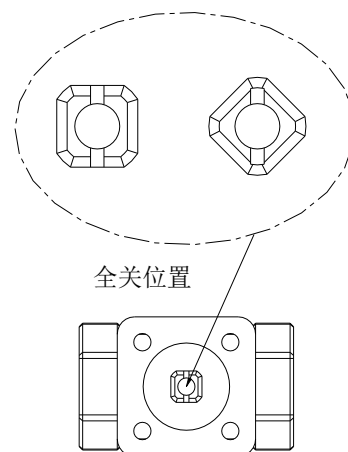

图 3
- 如图 3, 将阀杆上端面的一字槽旋转至全关位置: 二通阀一字槽垂直 AB(水流方向)方向为阀门全关状态; 三通阀一字槽垂直 AC 方向为全关闭状态。